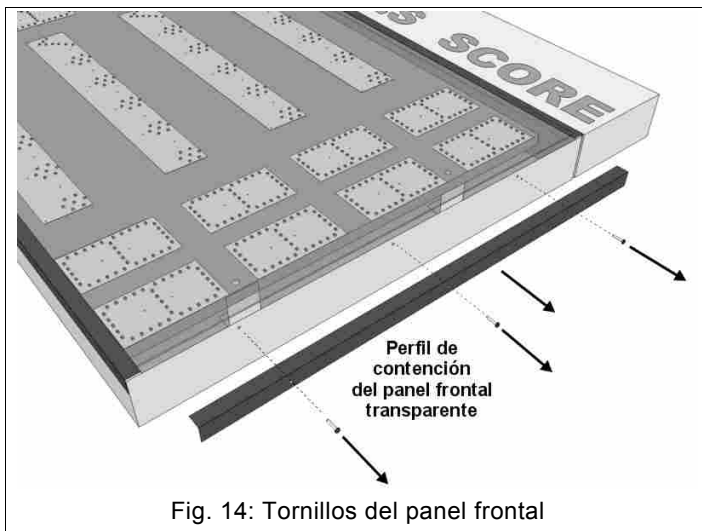

Fig. 14: Tornillos del panel frontal
2. Quite un perfil lateral del módulo donde está montada la tarjeta que hay que cambiar. Utilice un destornillador de cruz para quitar los tres tornillos de sujeción (Fig. 14).